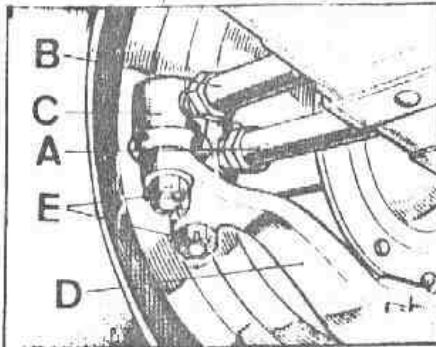
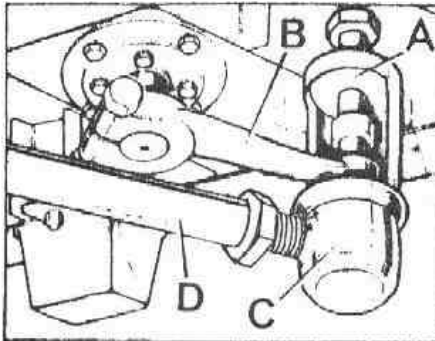

Fig. G-11 Desmontaje de las rótulas
Fig. G-13 Conexión de la bieleta inferior de la caja compensadora
- 1.1. Retirar los elementos de fijación, E (Fig. G-11) de las rótulas de cada extremo de la barra que se precise desmontar.
- 2.2. Situar la barra de acoplamiento entre los brazos de acoplamiento, D (Figs. G-11 y 12), y apretar las tuercas con una tensión de 4 mkg.
- 2.3. Situar la barra transversal, D (Fig. G-13) entre la bieleta inferior, B, de la caja compensadora y el brazo de acoplamiento, D (Fig. G-11). Si fuese necesario se hará girar la barra transversal para ajustar la longitud total, - de tal manera que las ruedas delanteras queden totalmente enderezadas cuando el volante de la dirección se encuentre en su posición intermedia. Las tuercas de las rótulas se apretarán con una tensión de 4 mkg y a continuación se apretarán las contratuercas de las rótulas a la barra.